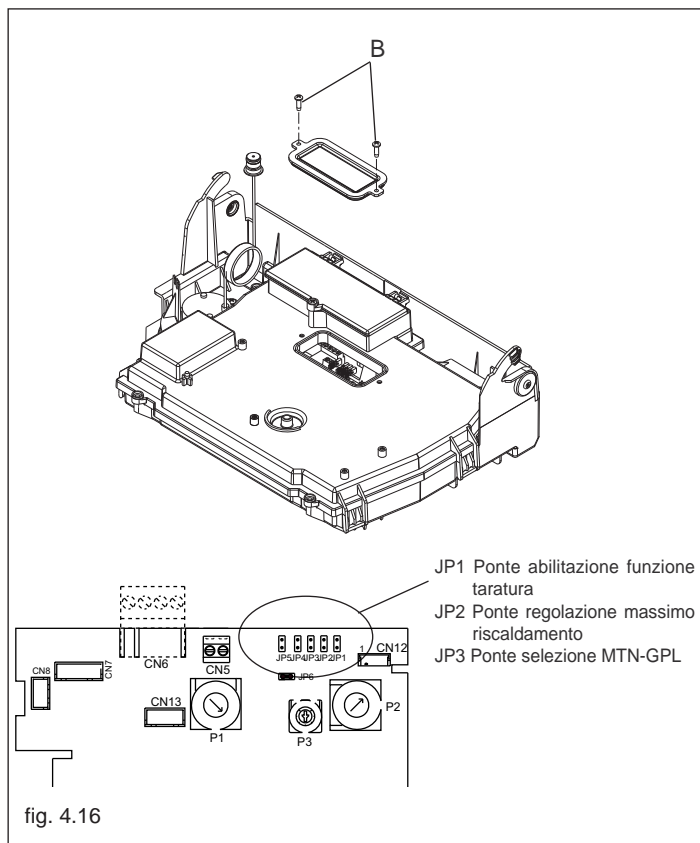

fig. 4.16
⚠ La funzione "regolazione elettrica" viene attivata e disattivata esclusivamente dal jumper (JP1) (fig. 4.16).
- inserire il jumper JP1 (fig. 4.16) per abilitare le manopole poste sul pannello di comando alle funzioni di regolazioni del minimo e del massimo riscaldamento.
- inserire il jumper JP2 (fig. 4.16)